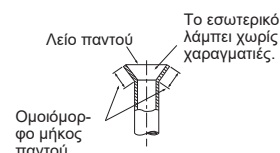

Fig. 6
- Συγκρίνετε την εκχείλωση με την Fig. 6.